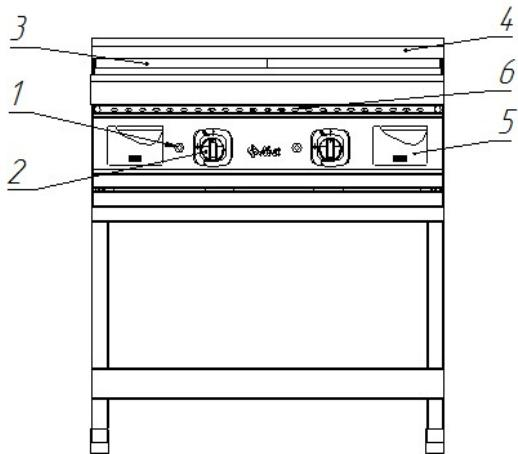

Рис. 1. Аппарат газовый
4.1. Устройство аппарата газового показано на Рис. 1.
Нажмите на ручку крана горелки и поверните ее против часовой стрелки, установив символ искры зажигания напротив метки на панели управления (рис. 2а). Нажав до упора, одновременно произведите поджог газа при помощи пьезорозжига. Удерживайте ручку крана в течение не менее 15 секунд, после чего отпустите. После проведения вышеуказанных операций необходимо проконтролировать наличие горения газа, для чего необходимо посмотреть в смотровое окно 6 (рис.1), в котором можно наблюдать наличие пламени. Пламя должно быть устойчивым. Если пламя не горит, повторите операцию.